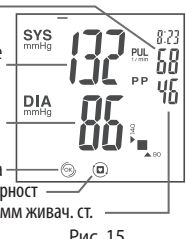

Рис. 15
6. След приключване на измерването върху дисплея ще се отразят стойностите на артериалното налягане, пулсовото налягане, скалата по CO2 (Световната организация по здравеопазване) и честотата на пулса (рис.15). Уредът автоматично ще изпусне въздуха от маншона.